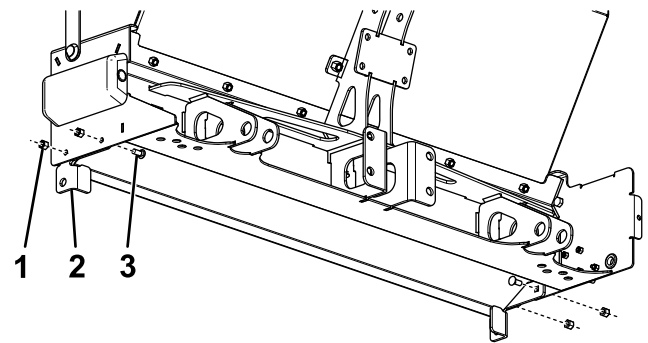

Bild 6
3. Befestigen Sie die Anschläge für die Ladepritsche mit vier Schrauben (5/16") und Sicherungsmuttern an jeder Seite des Streuerrahmens (Bild 6).